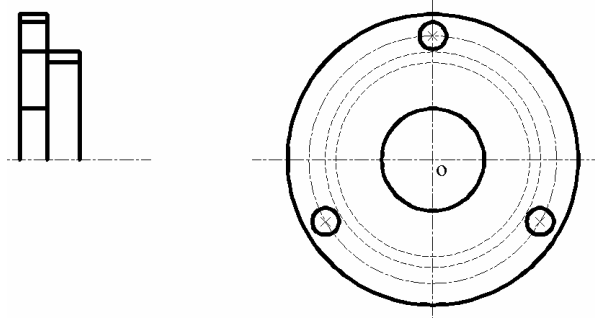

图 5-2-17
STEP 02 用修剪命令 TRIM 修剪多余的直线，修剪后如图 5-2-17 所示。